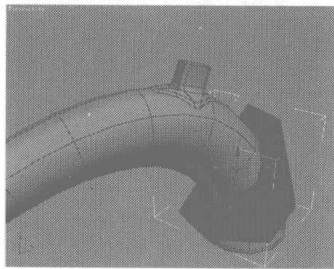
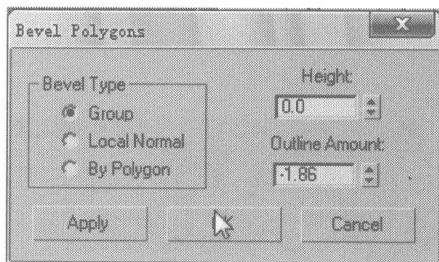
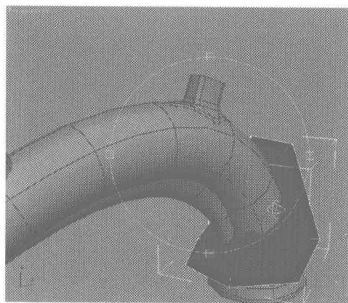
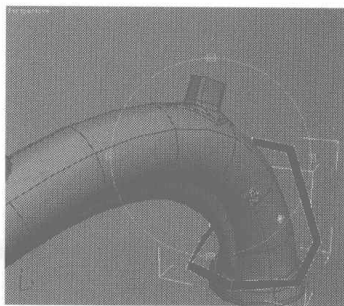

图 2.310
图 2.311
图 2.312
图 2.313
- 43** 选择如图 2.310 所示的面, 单击 **Bevel** 右边的小按钮, 在弹出的对话框中设置参数如图 2.311 所示, 模型显示如图 2.312 所示, 删除如图 2.312 所示的面, 结果如图 2.313 所示。